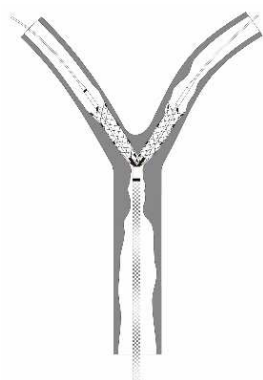

図 4. 他方のステント脚部の展開
- 7) もう 1 つのスタビライザーリング(ステント脚部展開ワイヤー用)を手元側方向に引き、他方のステント脚部を展開する(図 4)。